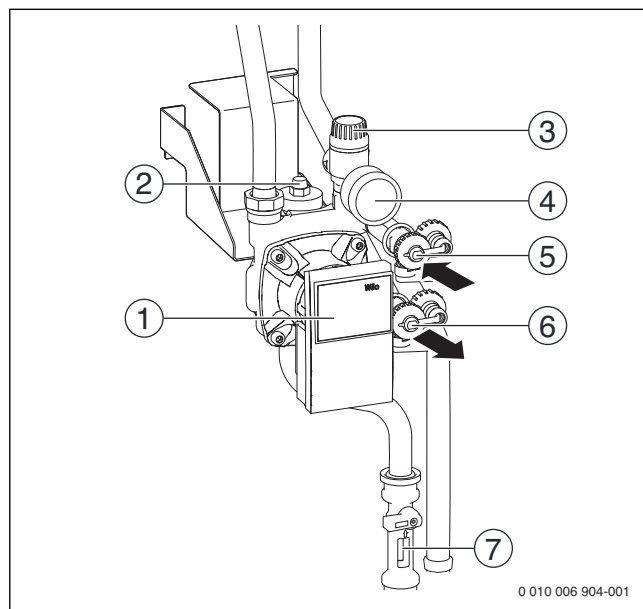

Fig. 75 Panoramica gruppo solare
- Collegare la pompa di riempimento solare come rappresentato nella fig. 75.
- Aprire i rubinetti di carico e scarico (→ fig. 75, [5] e [6]).
- Durante il lavaggio parzializzare più volte brevemente il rubinetto di carico e scarico nel limitatore di portata sul lato di aspirazione (→ fig. 75, [6]) e infine aprirlo velocemente completamente. In questo modo è possibile eliminare le bolle d'aria ristagnanti nella tubazione.